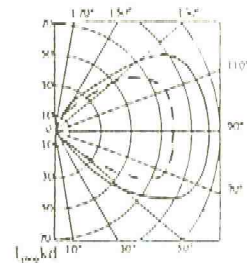

Рис. 2
- 2.1 Распределение силы света светильников показано на рис.2.